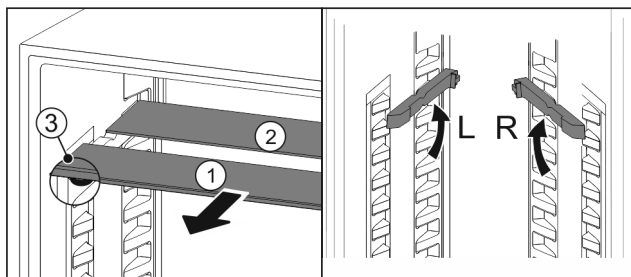

Fig. 137
- ▶ Skleněné desky jednotlivě vytáhněte dopředu *Fig. 137 (1)*.
- ▶ Skleněná deska *Fig. 137 (1)* s ozdobnou lištou leží vpředu.
- ▶ Zarážky *Fig. 137 (3)* směřují dolů.